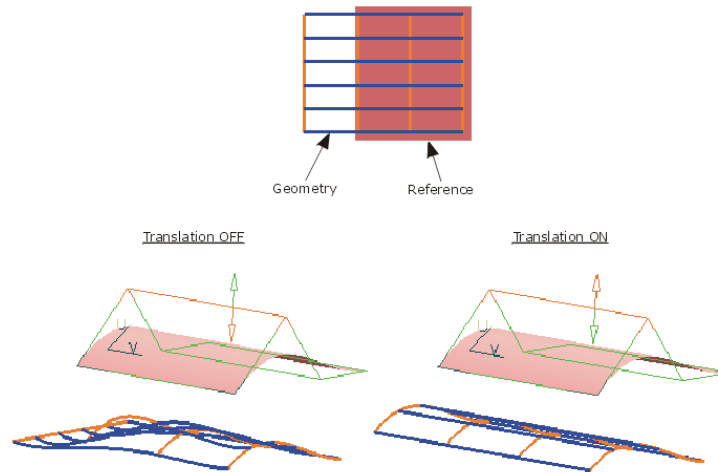

Figura 2.48 Explicación Translation.
- **Translation:** determina cómo se comportarán la geometría que no está cubierta por la referencia durante su modificación (Figura 2.48).